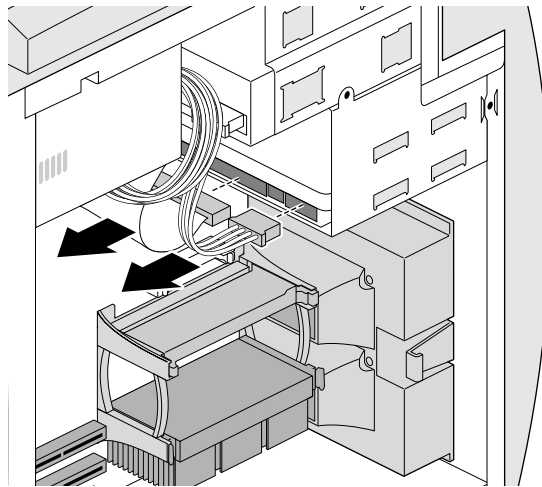

図 4-15 内蔵ハードディスクドライブからのケーブルの取り外し
4. ドライブ（2台ある場合は、両方のドライブ）の背面からケーブルを取り外します（図 4-15）。